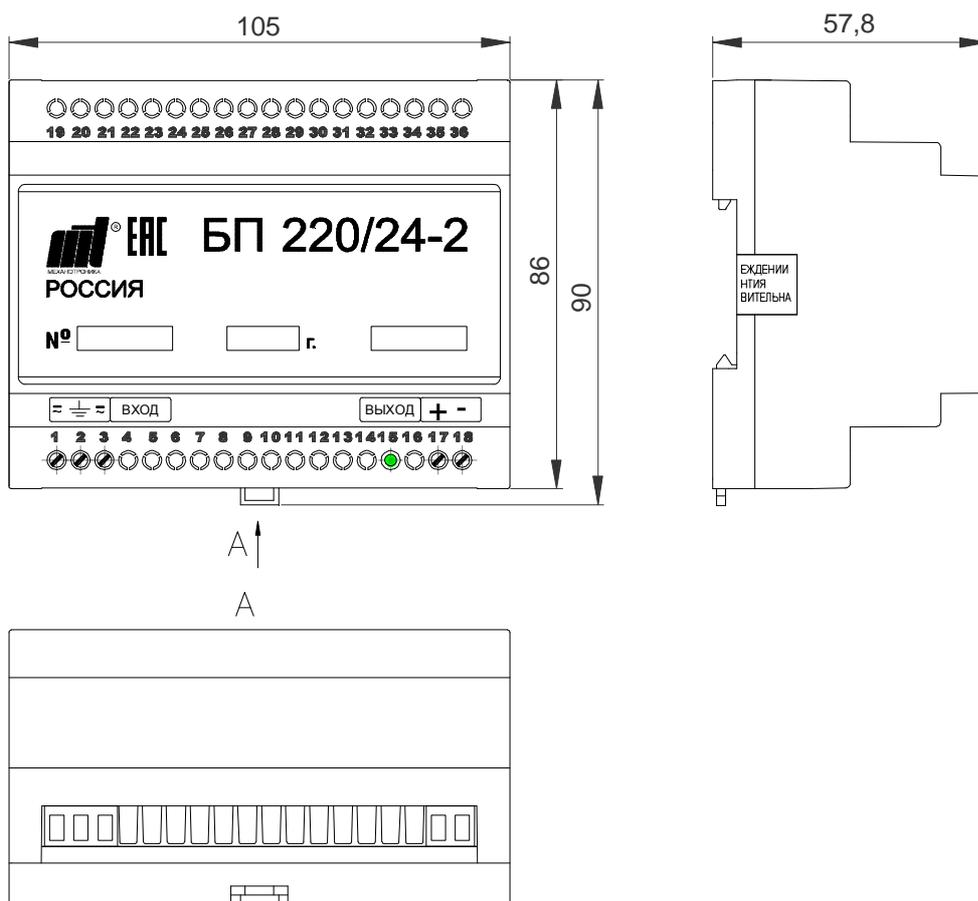

Рисунок 1 – Габаритные размеры
8.3.4 Подключение БП производится в соответствии с маркировкой, нанесенной на корпус рядом с контактами соединительных колодок (см. рисунок 1).